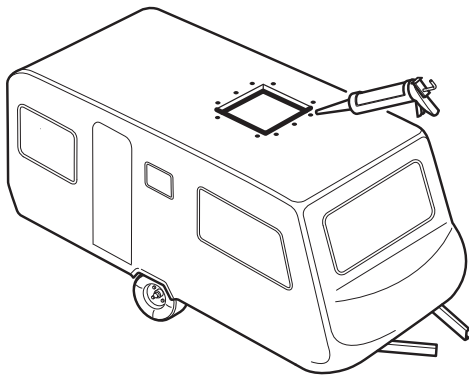

Figura 8
- ▶ Riempire i fori delle viti con sigillante per carrozzeria (Figura 8).